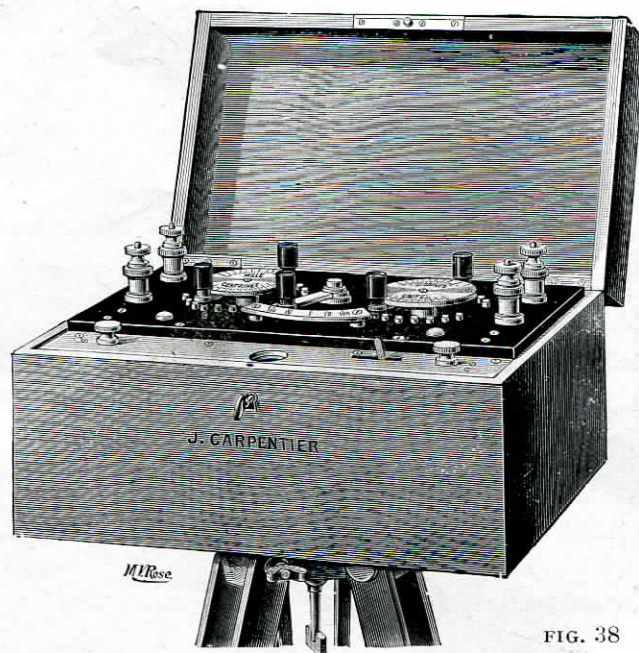

FIG. 38
- Boîte portable** à pont et galvanomètre avec contacts glissants (*figure 38*)..... 525. »